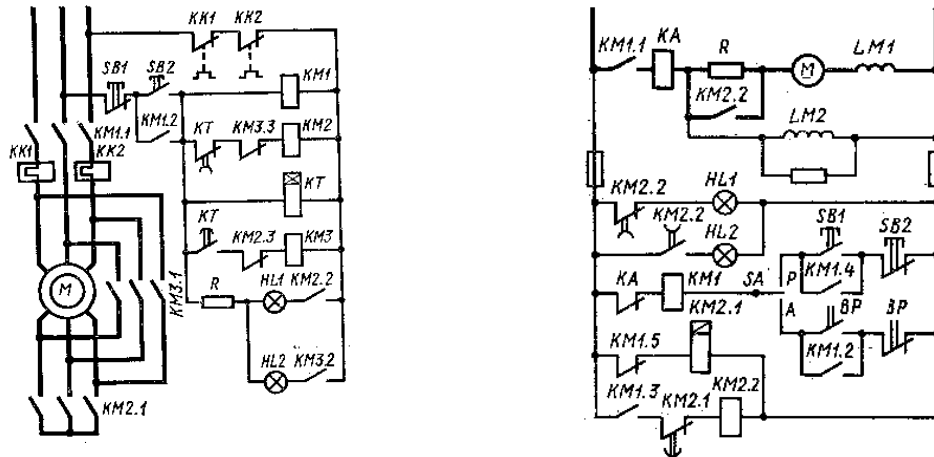

Рис. 1
1. Указать элементы электрической принципиальной схемы (одна из схем на рис. 1), объяснить процесс пуска электродвигателя; возможности регулирования частоты вращения; способы торможения, примененные в схеме; виды защит и способы реализации данных защит в схеме; особенности работы данного электропривода.